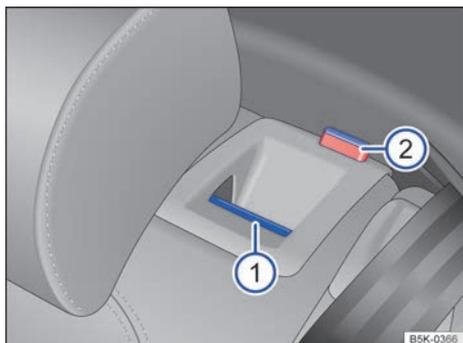

Fig. 78 En el respaldo del asiento trasero: tecla de desbloqueo ①; marca roja ②.
- Tire de la tecla de desbloqueo → fig. 78 ① hacia delante y, al mismo tiempo, abata el respaldo hacia delante.
- La parte en cuestión del respaldo está desbloqueada cuando se ve la marca roja ②.
El respaldo del asiento trasero está desbloqueado cuando se ve una marca roja → fig. 78 ②.